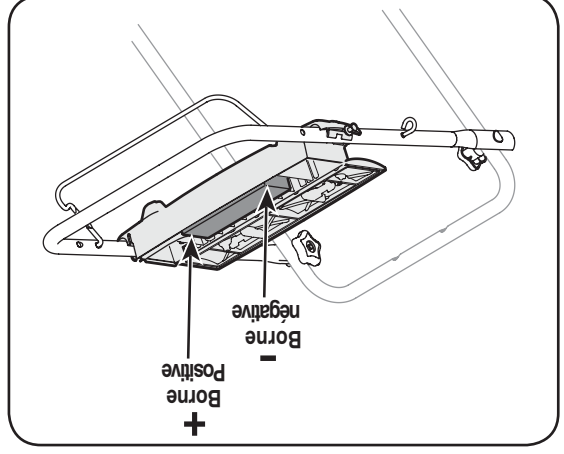

Figure 5-6
IMPORTANT: Pour replacer la batterie sur le panneau du guidon, positionnez-la de façon que la borne positive se trouve sur le côté gauche et la borne négative sur la droite du panneau. (La borne positive est la plus proche du commutateur à clé). Figure 5-6. Le fait de placer incorrectement la batterie causera des **dégâts importants.**
- Ouvrez le couvercle de la batterie et débranchez les fils positif et négatif. Démontez la batterie et installez la batterie neuve. Voir la Figure 5-6. Branchez le fil positif sur la borne positive de la batterie, puis branchez le fil négatif.
REMARQUE: Votre batterie peut être différente de la batterie représentée à la Figure 5-6. Consultez la liste des pièces détachées.